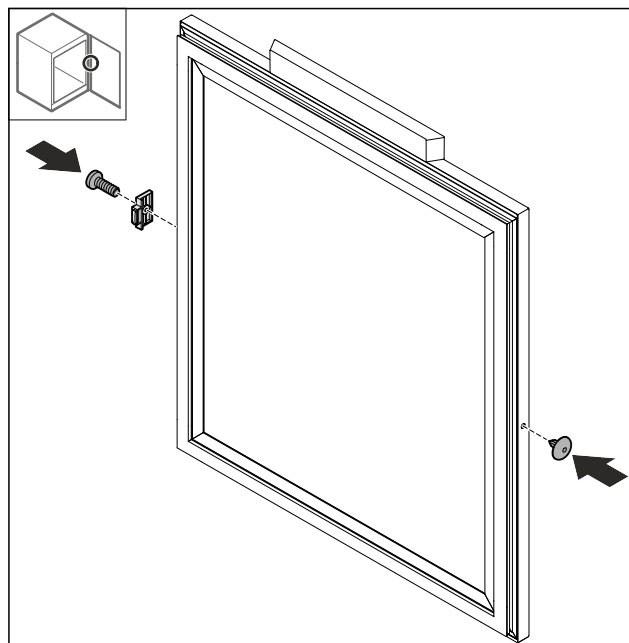

Fig. 70
- ▶ Смонтируйте ограничитель хода двери Fig. 70 (1) на противоположной стороне, повернув его на 180°.
- ▶ Установите крышку Fig. 70 (2) на противоположной стороне.